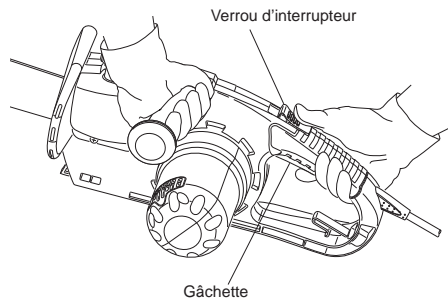

Figure 12 - Emplacement du bouton de verrouillage et de la gâchette
3. Se servir des deux mains pour tenir la tronçonneuse. Toujours utiliser la main gauche pour saisir la poignée avant et la main droite pour saisir la poignée arrière. Tenir fermement. Les pouces et les doigts doivent entourer les poignées. (voir la Figure 12, page 61)
5. Lorsqu'on est prêt à faire une coupe, pousser complètement vers l'avant avec le pouce droit le bouton de verrouillage et appuyer sur la gâchette (voir la Figure 12, page 61). Ceci met la tronçonneuse en marche. Elle s'arrête quand on lâche la gâchette. S'assurer que la chaîne tourne à la vitesse maximum avant d'entamer l'entaille.